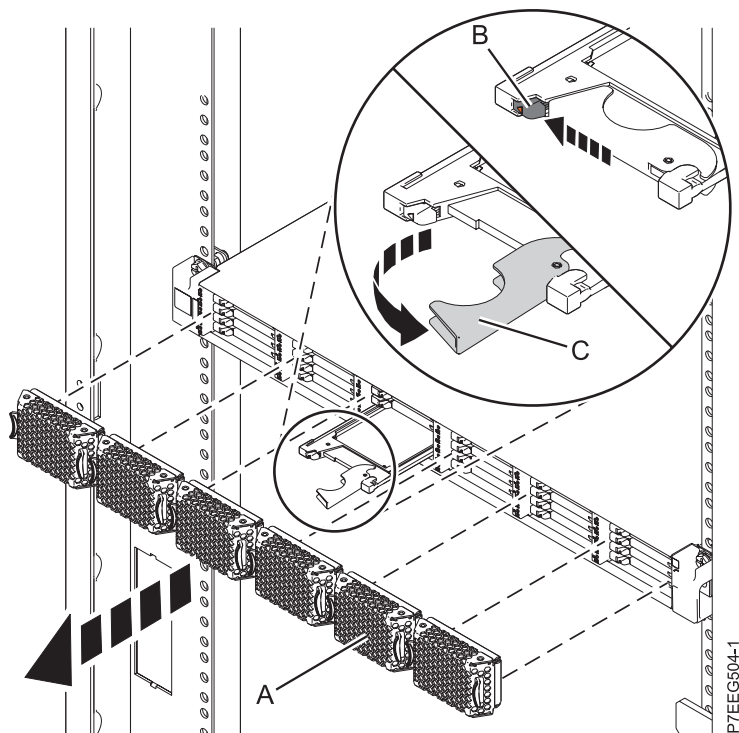

Figura 41. Extracción de la unidad de estado sólido de Alojamiento de almacenamiento PCIe de EDR1
1. Retire la placa frontal (A) que cubre la ranura que contiene la unidad de estado sólido. Consulte Figura 41 en la página 67.
2. Deslice suavemente el pestillo de liberación (B) por encima para desbloquear el asa de la unidad.
3. Agarre el asa (C) y saque parcialmente la unidad de la ranura.